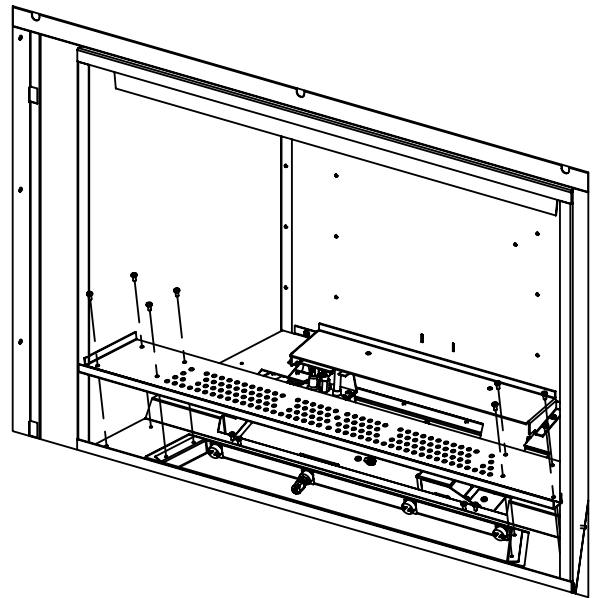

Figure 22: Retrait du plateau de support
4. Retirez le plateau lumineux en retirant les quatre (8) vis T-20 (voir Figure 22).